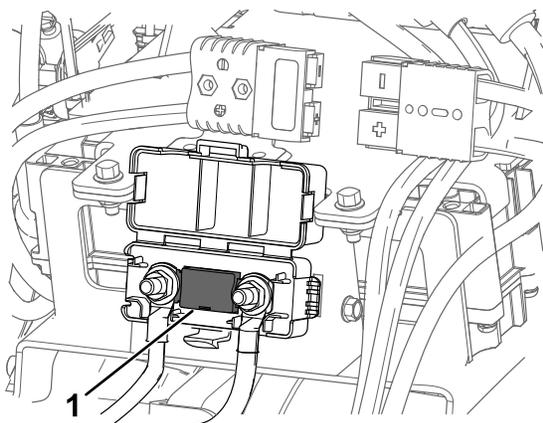

Рисунок 33
6. Найдите предохранитель и замените его (Рисунок 33).